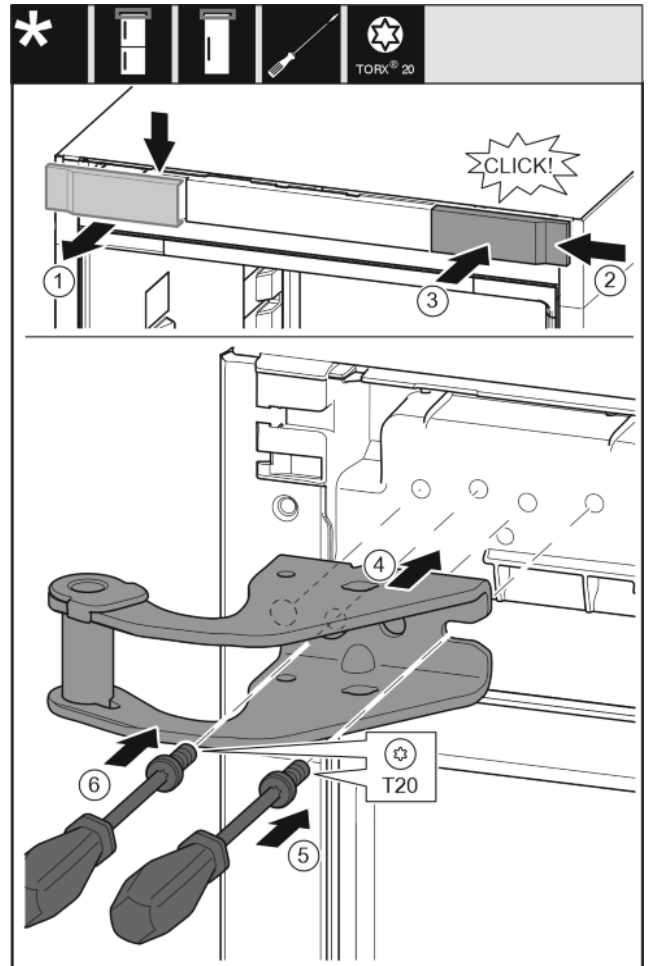

Fig. 12
- Afdekking van boven naar voren toe verwijderen. Fig. 12 (1)
- Afdekking 180° gedraaid op de andere kant van rechts aanbrengen. Fig. 12 (2)
- Afdekking vastklikken. Fig. 12 (3)
- Bovenste lagerbus plaatsen. Fig. 12 (4)
- Schroef met schroevendraaier T20 aanbrengen en vastdraaien. Fig. 12 (5)
- Schroef met schroevendraaier T20 aanbrengen en vastdraaien. Fig. 12 (6)